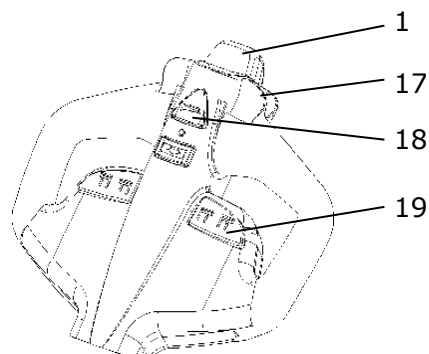

Рис.6: Рукоятка управления
Вставьте ключ (рис. 1, поз. 6) в замок и поверните. Нажмите кнопку звукового сигнала (рис. 6, поз. 18) для проверки работы звукового предупреждающего сигнала.
Подведите тележку с опущенными вилами под поддон полностью. Нажмите и удерживайте кнопку подъема (рис. 6, поз. 19) пока не достигните желаемой высоты подъема.
Нажмите кнопку (рис. 6, поз. 19) для снижения вилок, убедитесь, что вилы свободны от груза, извлеките тележку из-под паллеты.
Контролируйте скорость движения маховиками акселератора (рис. 6, поз. 17).
- Перевод маховиков акселератора (рис. 6, поз. 17) в начальное положение. Оборудование тормозит до полной остановки.
- При переключении маховиков акселератора (рис. 6, поз. 17) из положения «движение в одном направлении» в положение «движение в противоположном направлении», оборудование постепенно тормозит, пока не начнет движение в противоположном направлении.